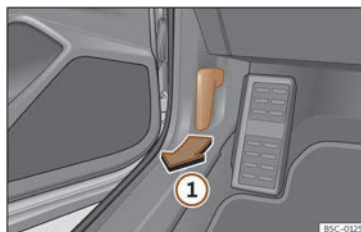

Fig. 189 Panca de desbloqueo no espazo repousapés do condutor.
- Abra a porta e puxe da panca que hai debaixo do taboleiro de instrumentos >>> **fig. 189 ①**.